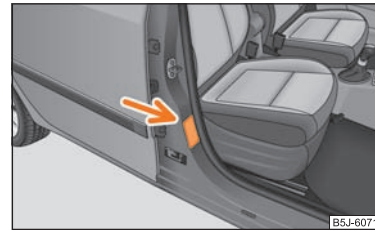

Abb. 119 Aufkleber an der mittleren Karoseriesäule auf der Beifahrerseite
- Auf diese Tatsache weist auch der Aufkleber hin, der sich an der mittleren Karoseriesäule auf der Beifahrerseite befindet ⇒ Abb. 119. Der Aufkleber ist nach dem Öffnen der Beifahrertür sichtbar. Für einige Länder ist der Aufkleber auch an der Sonnenblende des Beifahrers angebracht.